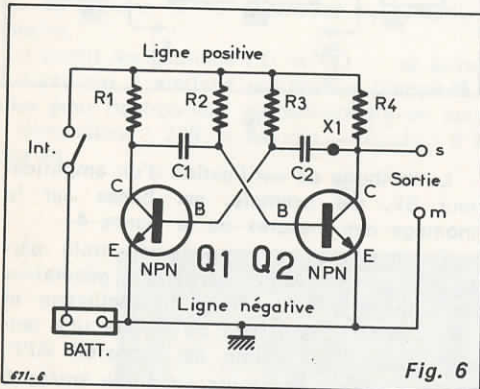
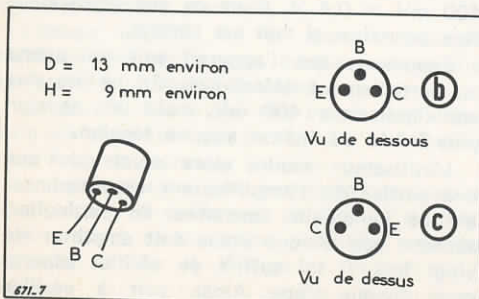

Fig. 6
Fig. 7
Ce montage est représenté par le schéma de la figure 6. Il utilise deux transistors NPN du type 2N1481 RCA, dont le branchement des fils est indiqué par la figure 7 A. En 7 B on reproduit la vue de l'embase du transistor 2N1481, les fils étant orientés vers l'observateur. En *c*, on montre le bobinage lorsque l'observateur regarde le transistor avec les fils vers le bas.
Analysons le schéma de la figure 6. On voit que l'alimentation est connectée aux lignes positive et négative. La première peut être coupée ou connectée par l'interrupteur « INT ».
Les deux condensateurs sont vus sur la figure 11 (A), le boîtier vers l'observateur, donc BE et C sont les trous par lesquels passeront les trois fils du transistor. Sur la figure 11 (B), les points BEC sont disposés comme les fils du transistor, orientés vers l'observateur (voir aussi la figure 7).